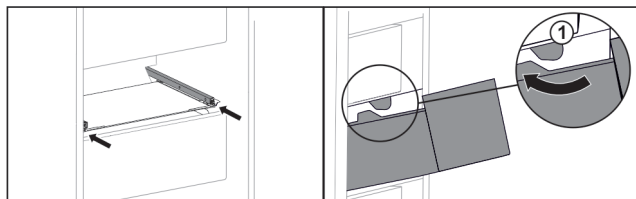

Fig. 149
- ▶ Lirka utdragslåda runt stoppklackarna Fig. 149 (1).